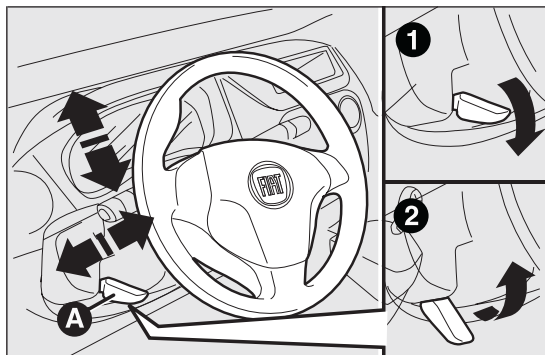

fig. 25
- ☐ sbloccare la leva A fig. 25 spingendola in avanti (posizione 1);